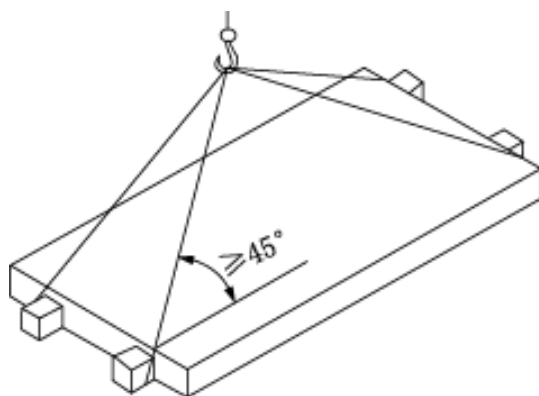

图 4
5.3.3.4 同时要保证连接件钢球能自由活动，不得卡住，不得有悬空现象。起吊用钢丝绳的张角不得小于  $45^\circ$  见图 4。辨认左单元秤台的方法：装四个传感器并带有纵向限位螺栓和横向限位板。(见图 4)